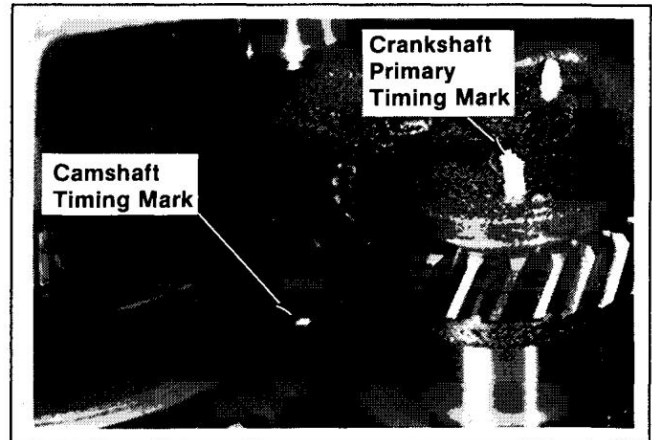

Figure 12-11. Aligement des marques de calage du vilebrequin et de l'arbre à cames.
2. Alignez le repère de calage principal sur le vilebrequin avec le repère de calage sur l'arbre à cames. Reportez-vous à la Figure 12-11.